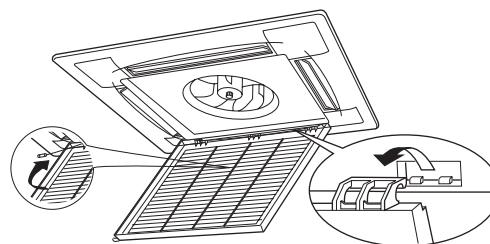

fig.9-2
- 2 Retire a grelha de entrada de ar (em conjunto com o filtro de ar exibido na *fig.9-2*).**